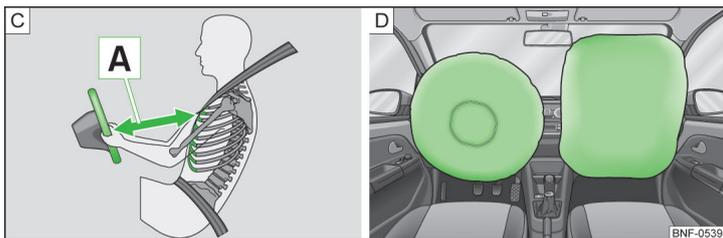

Fig. 7 Distance de sécurité par rapport au volant/airbags gonflés au gaz
Si les airbags se déclenchent, ils se déploient devant le conducteur et le passager » fig. 7 - D. Lorsque les personnes à l'avant plongent dans les airbags gonflés à bloc, leur mouvement vers l'avant est amorti, ce qui réduit les risques de blessures de la tête et du buste.
- Il est important que le conducteur et le passager se tiennent à une distance minimum de 25 cm du volant et du tableau de bord A » fig. 7. Les airbags ne peuvent pas vous protéger si vous en êtes plus près - danger mortel ! Les sièges avants doivent de plus toujours être ajustés à la taille des personnes.